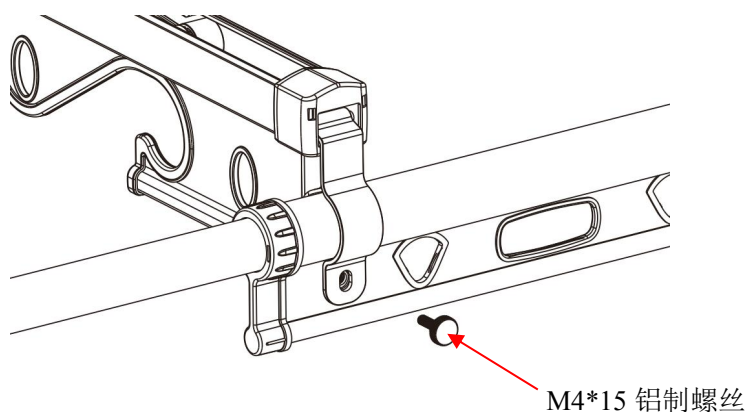

图 13
- b. 安装衣杆组件：托起衣杆，扣上夹紧片用 M5*15mm 的铝制螺丝，将衣杆与衣杆支撑板固定在一起，如图 13 所示。